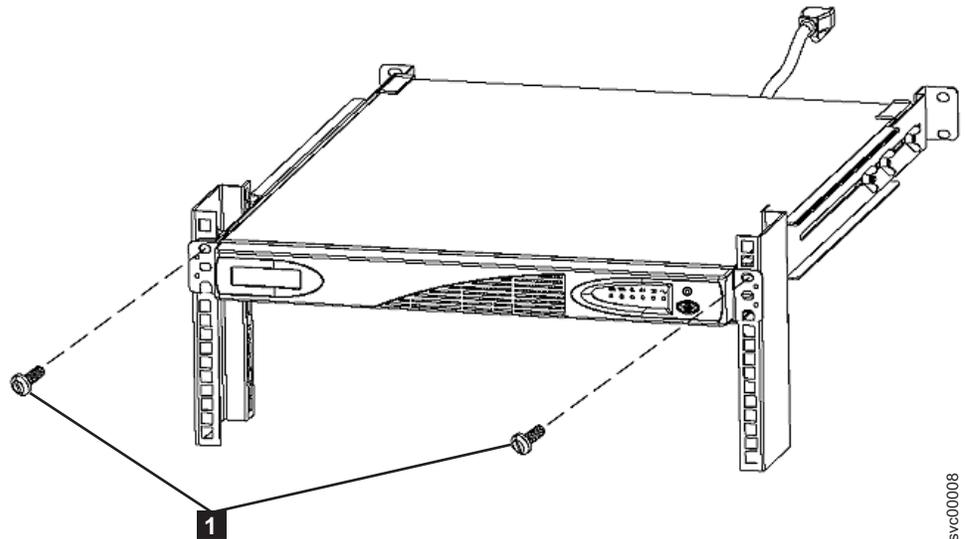

図 231. 2145 UPS-1U のねじの取り付け
9. 図 231 に示すように、2145 UPS-1U の前面で、2 つの取り付けねじ **1** を外します。